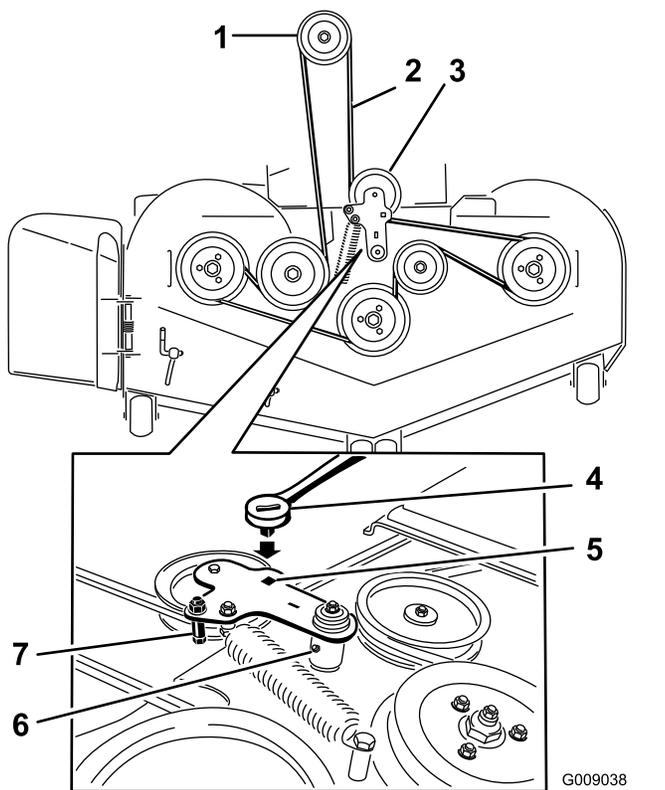

Figura 118
5. Levante la chapa de suelo e introduzca una llave dinamométrica en el taladro cuadrado del brazo tensor de la carcasa (Figura 118).
6. Gire cuidadosamente el brazo tensor de la carcasa en sentido horario y retire la correa del cortacésped (Figura 118).